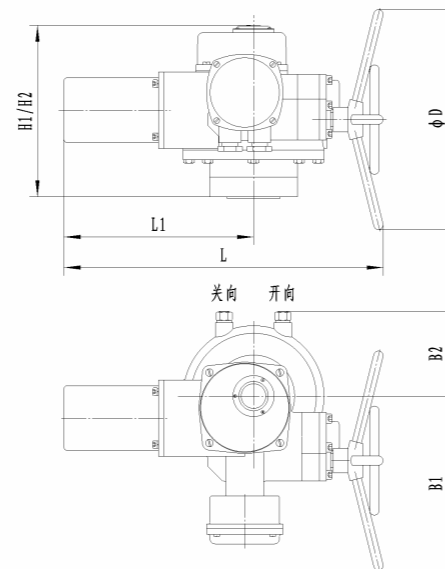

图 1 外形图
4.1.1 外形尺寸见图 1 和表 3
5.7 机械限位：参见图 1，当行程控制机构不起作用时，用于保护阀门不至超行程而引发事故。